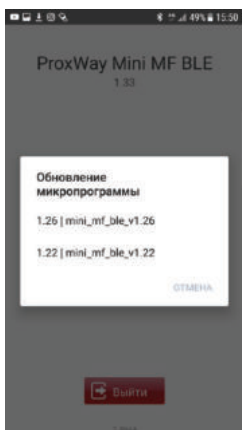

Рис.47
**«Обновить программу считывателя»** (рис.47) - позволяет нам обновить микропрограмму (прошивку) считывателя.